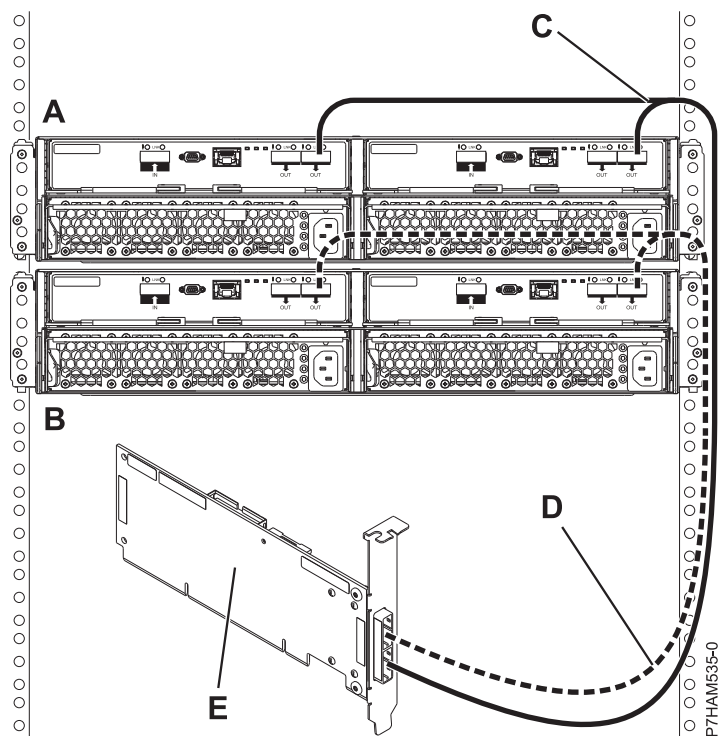

図 13. 単一 SAS アダプターへの YO ケーブルを使用した、2 台の 5887 ディスク・ドライブ・エンクロージャー のモード 1 接続
13. 単一 SAS アダプター (E) への YO ケーブル (C および D) を使用した、2 台の 5887 ディスク・ドライブ・エンクロージャー (A および B) のモード 1 接続を行います。16 ページの図 13を参照してください。